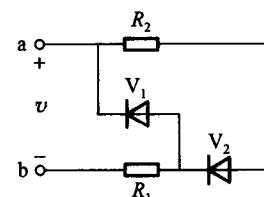

图 1-3
- (1) 在图 1-3 所示电路中,试分析输入端 a、b 间输入交流电压 v 时,通过 R_1 、 R_2 两电阻上的是交流电,还是直流电?